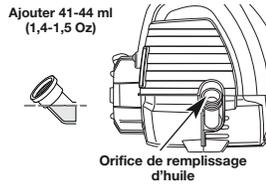
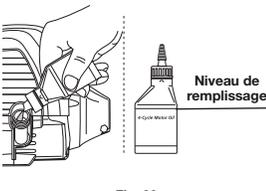

Fig. 24
Fig. 26
- Contrôlez le niveau d'huile. Le niveau d'huile devrait se situer juste en dessous du filetage du trou d'alimentation en huile. (Fig. 24)
- Si le niveau d'huile est trop bas, ajoutez un petit peu d'huile et contrôlez à nouveau (Fig. 26). Répétez cette procédure jusqu'à ce que le niveau d'huile se trouve juste en dessous du filetage du trou d'alimentation en huile.
**REMARQUE:** Mesurez la quantité nécessaire à l'aide de la bouteille et de la buse utilisées lors de la mise en service. 60 ml (2,2 oz) correspond environ au haut de l'étiquette de la bouteille (Fig. 26). Vérifiez le niveau d'huile avec la jauge (Fig. 24). S'il est trop bas, ajoutez un peu d'huile par l'orifice et revérifiez Ne remplissez pas trop (Fig. 26).